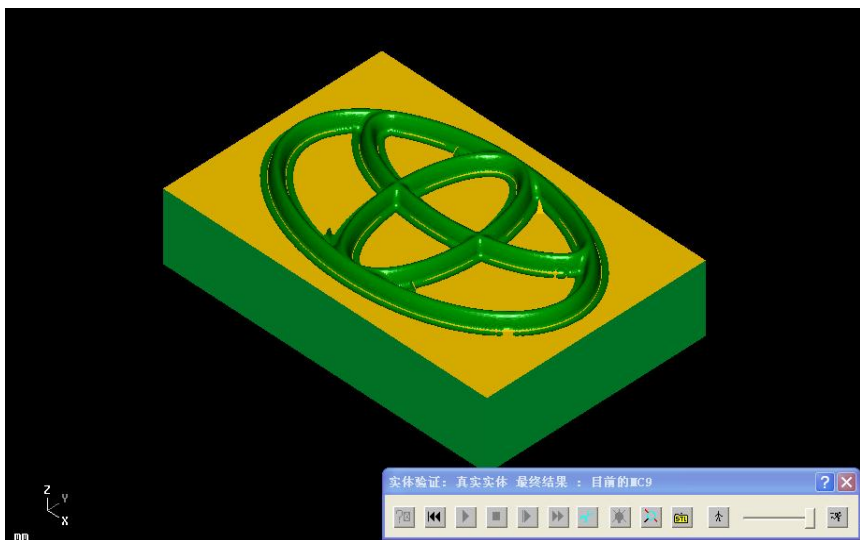

图 1-64 平行铣削实体切削验证
7) 在“操作管理员”对话框中单击“全选”“实体切削验证”，实体切削验证如图 1-64 所示。将本例保存为“平行铣削.mc9”文件。